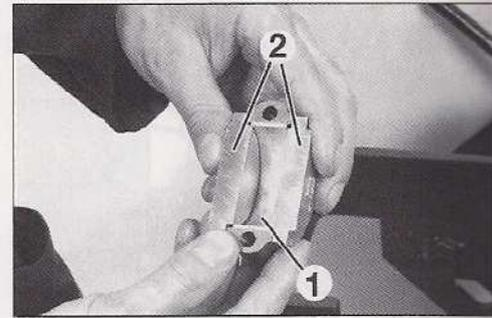

FIG. 101
- Montar en su sombrero, los cojinetes (1) aceitados según la clase determinada para cada cuello. Deben estar perfectamente centrados en la biela y el sombrero. Utilizar para ello el útil (2) (PSA 0194. P) (Fig.101)